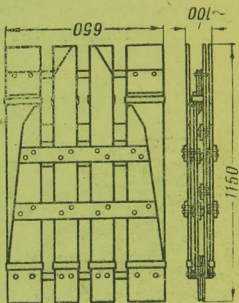

Рис. 5. Складное днище:
11. Складное днище (рис. 5) состоит из продольных деревянных планок *а*, скрепленных между собой поперечными планками *б* и тремя ремнями *в* из прорезиненной материи.